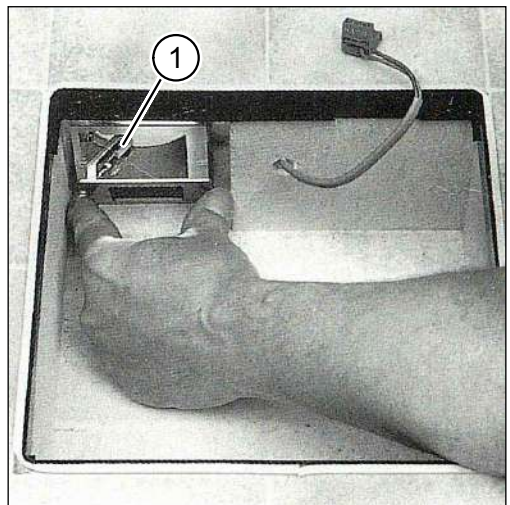

Abb. 34: Brandschutzklappe entfernen
- ▶ Entfernen Sie die Brandschutzklappe (Pos. 1 in Abb. 34).